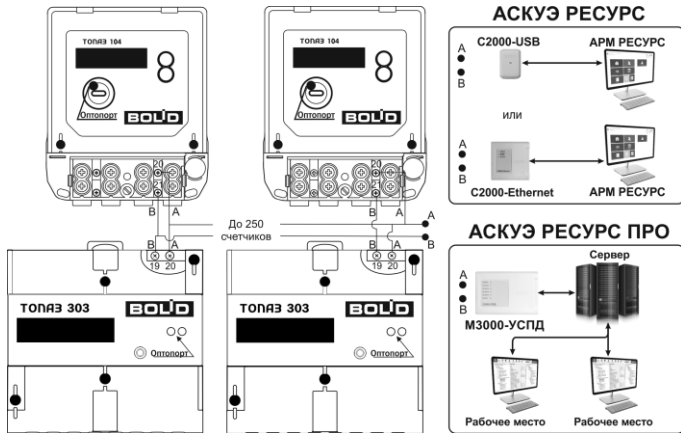

Рисунок 2. Схемы подключения к интерфейсу RS-485
7.2. Для подключения счетчика к системе учета электроэнергии подсоединить сигнальные провода к основному передающему устройству в соответствии со схемой включения (Рисунок 2).